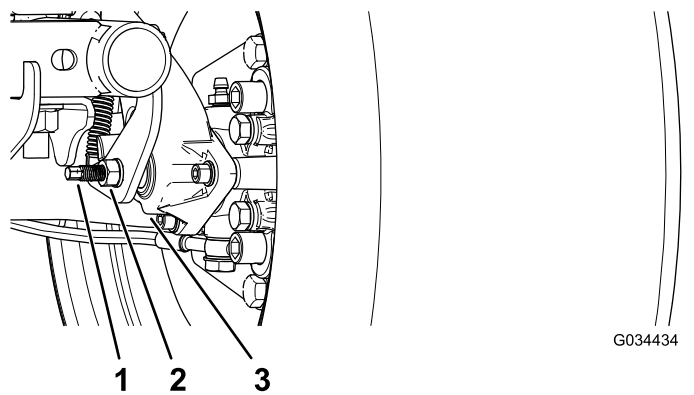

Figura 60
3. Utilizzando 2 chiavi, mantenete fermo il montante di regolazione sulla pinza con una chiave e allentate il controdado di 1/4 di giro con l'altra chiave (Figura 60).
4. Tenendo fermo il montante di regolazione e il controdado, girate il montante di regolazione per serrarlo (Figura 60).
5. Tenendo fermo il montante di regolazione e il controdado, allentate di 1/4 di giro (Figura 60).
6. Tenendo fermo il montante di regolazione e il controdado, serrate il controdado (Figura 60).